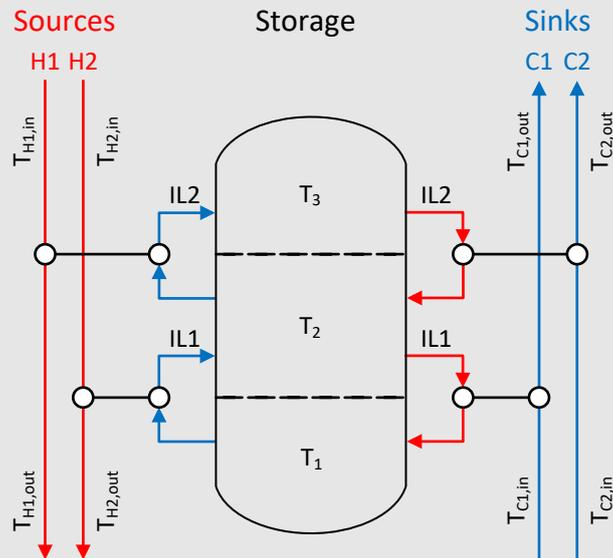

FIGURE 11 – Stockage stratifié générique à trois zones, deux ILs avec deux sources (flux chauds, H1 et H2) et deux puits (flux froids, C1 et C2)
Avant de commencer à sélectionner les flux pour la RC indirecte, il est utile d'examiner les propriétés pertinentes du stockage stratifié (SS). La Figure 11, illustre un SS type à trois zones. Les flux chauds (sources) sont utilisés pour charger le stockage et les flux froids (puits) pour le décharger. Le média de stockage est pompé d'une zone de température à l'autre par l'intermédiaire d'une IL (Intermediate Loop) et, pendant ce procédé, est chauffé ou refroidi par le HEX de l'IL. Les températures des zones doivent être choisies de manière à ce que les flux de procédé soient amenés aux températures de sortie souhaitées et que les températures des zones soient maintenues constantes. La température d'entrée